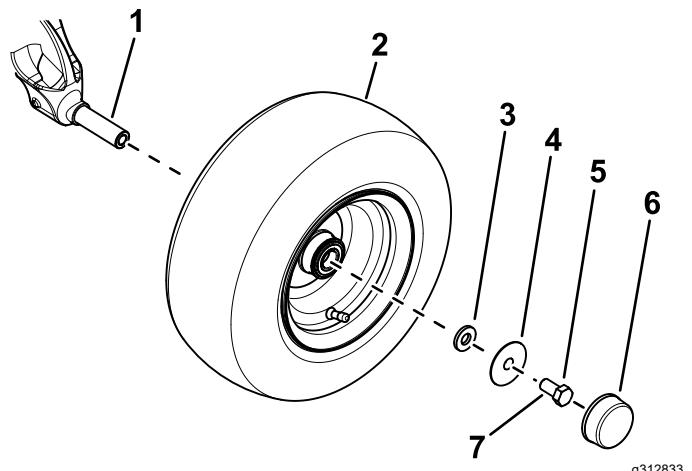

Figure 3
- D. Placez le couvre-moyeu sur la roue (Figure 3).